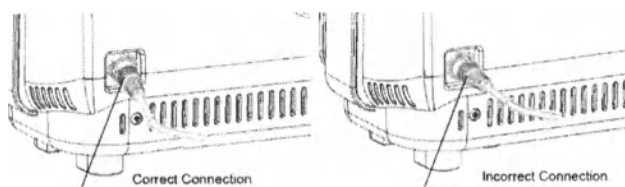

Рисунок 3.1: Подключение разъёма подачи постоянного тока от адаптера (слева - правильно, справа – неправильно).
5. Вставить разъём подачи постоянного тока от адаптера в гнездо ультразвуковой системы. Высветится индикатор LED POR. Правильное подключение - см. Рисунок 3.1.